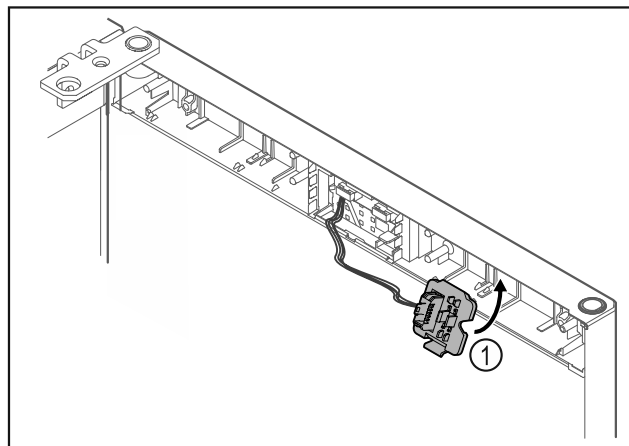

Fig. 21
- ▶ Κουμπώστε το στήριγμα του φινιρίσματα Fig. 21 (1) στην απέναντι πλευρά.